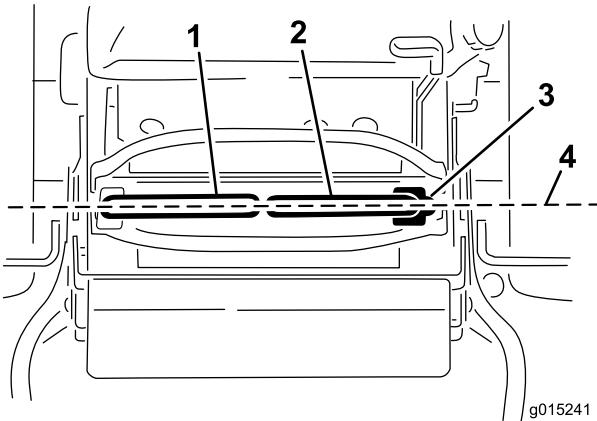

Figura 19
movimento da parte dianteira para a traseira é o mesmo procedimento (Figura 19).
1. Após o alinhamento horizontal estar concluído, verifique o alinhamento da parte dianteira para a traseira (Figura 19).